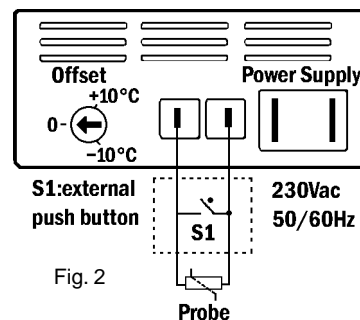

Fig. 2
Anslutning av extern tryckknapp (fig 2)
- Anslut tryckknappen parallellt med givaren såsom visas i fig 2